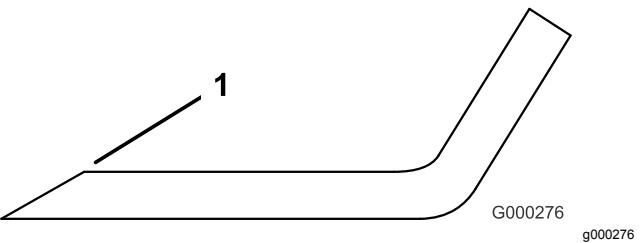

Figura 114
3. Inspeccione los filos de todas las cuchillas. Afílelos si están romos o tienen mellas. Afile únicamente la parte superior del filo y mantenga el ángulo de corte original para asegurar un filo correcto (Figura 114). La cuchilla permanecerá equilibrada si se retira la misma cantidad de metal de ambos bordes de corte.